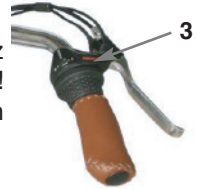

Abb. 15
Um einen Gang zu wechseln, halten Sie während der Fahrt kurz mit der Tretbewegung inne - keinen Druck auf die Pedale ausüben! - und drehen Sie den Schaltdrehgriff (3) am rechten Lenkergriff in die gewünschte Richtung (siehe Abb. 15).